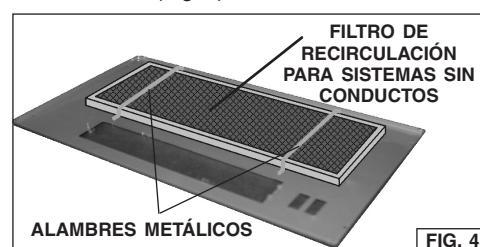

FIG. 4
- Instale el filtro de recirculación para sistemas sin conductos sobre el filtro para grasa y asegúrelo con los alambres metálicos incluidos con el filtro de recirculación (Fig. 4).
2. Retire los alambres metálicos (Fig. 4) y reemplace el filtro de recirculación para sistemas sin conductos.